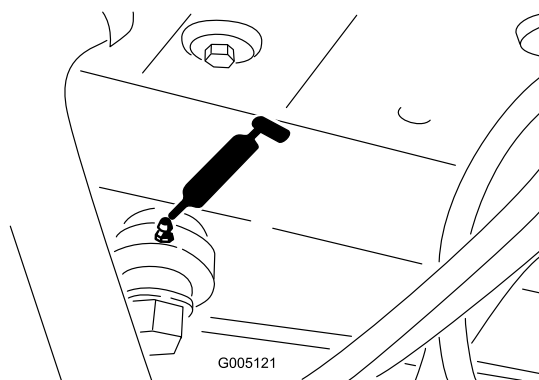

Figure 43
- Extrémité de vérin de direction (Figure 43).